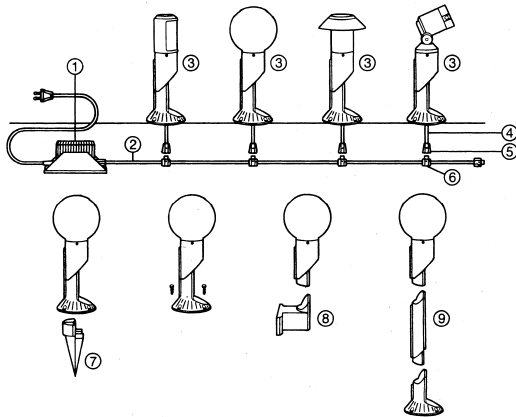

Abb. A 1
- Ponga el trafo a ser posible en el centro del cable de instalación (Fig. A 1)